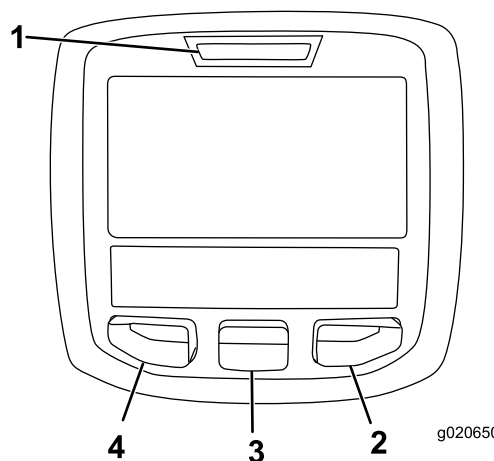

Figure 22
L'écran LCD de l'InfoCenter affiche des informations sur votre machine, comme l'état de fonctionnement, ainsi que divers diagnostics et autres renseignements la concernant (Figure 22). Il comprend un écran de démarrage, un écran d'information principal, un écran d'information moteur des unités de coupe (UC) et un écran d'information de déplacement.